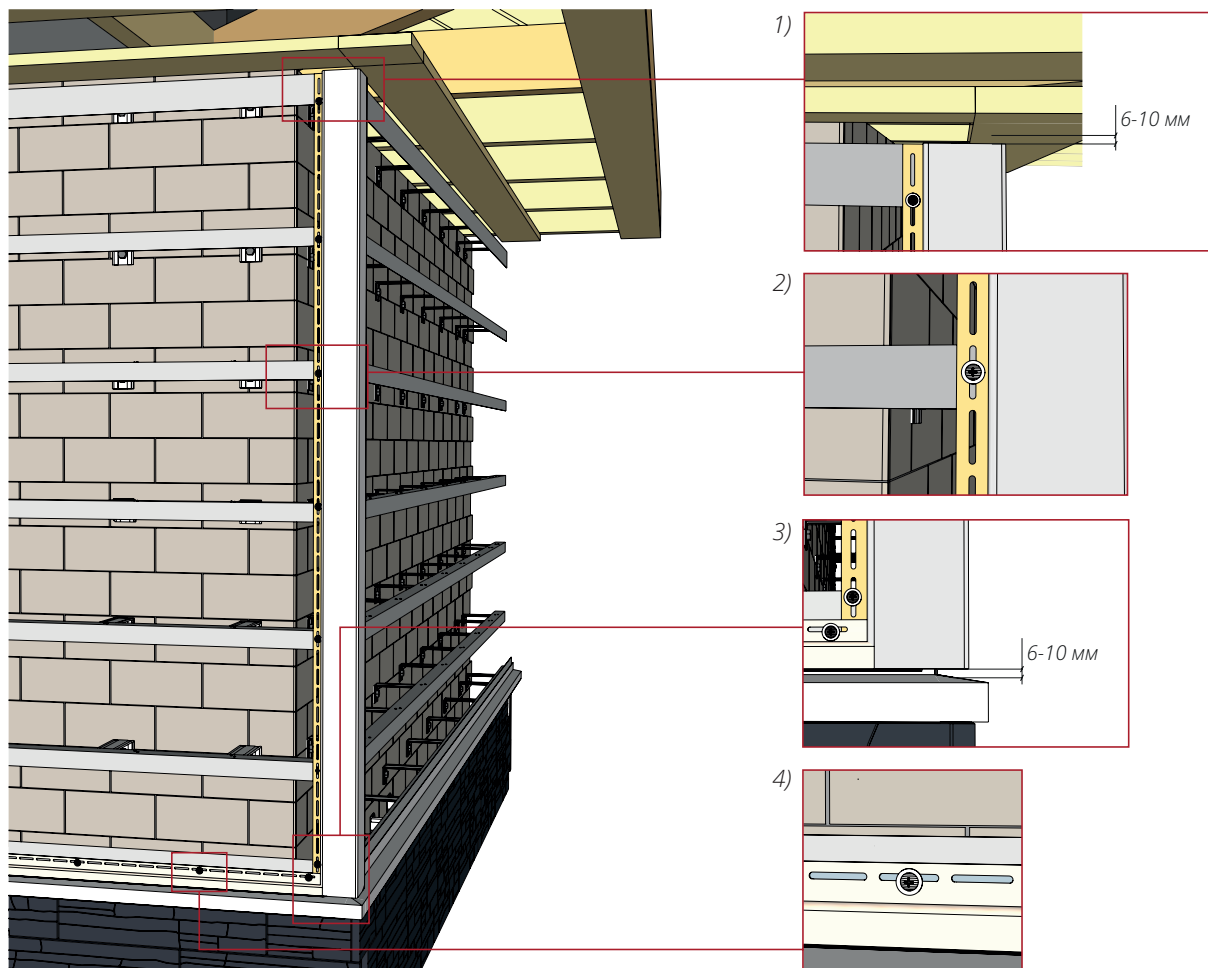

Рисунок 21
- 12.1** Смонтируете угол, вывесив его в верхней части, согласно пункту 6.4, соблюдая общие правила монтажа (рис. 21).
12.7 Смонтируете внутренний угол, состоящий из двух J-профилей, вывесив его в верхней части, согласно пункту 6.4, с соблюдением общих правил монтажа. Монтаж аналогичен наружному углу (рис. 21).